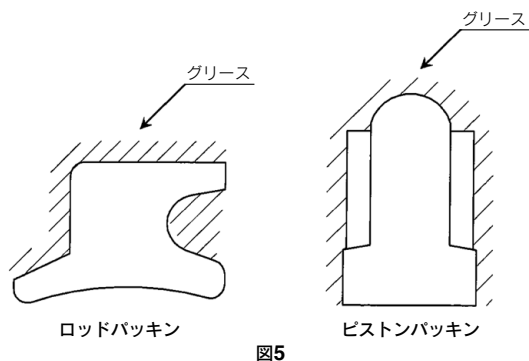

図5
- ① ロッドパッキンおよびピストンパッキンのグリース塗布 (図5)